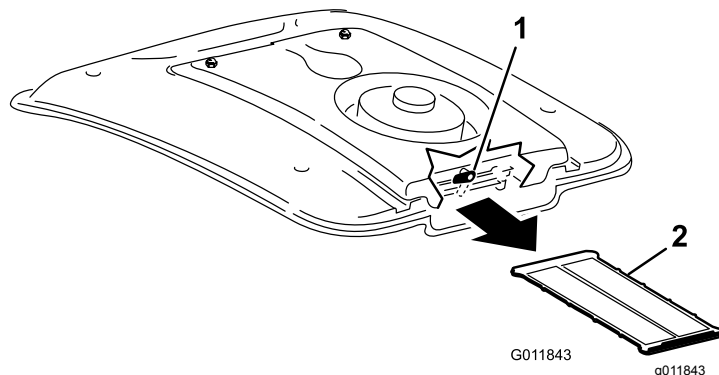

Figura 117
2. Na parte posterior da montagem da ventoinha, rode o trinco para o lado (Figura 117).
3. Deslize o filtro A/C da parte inferior da serpentina do ar condicionado (Figura 117).
4. Limpe cuidadosamente o painel com ar comprimido (Figura 117).